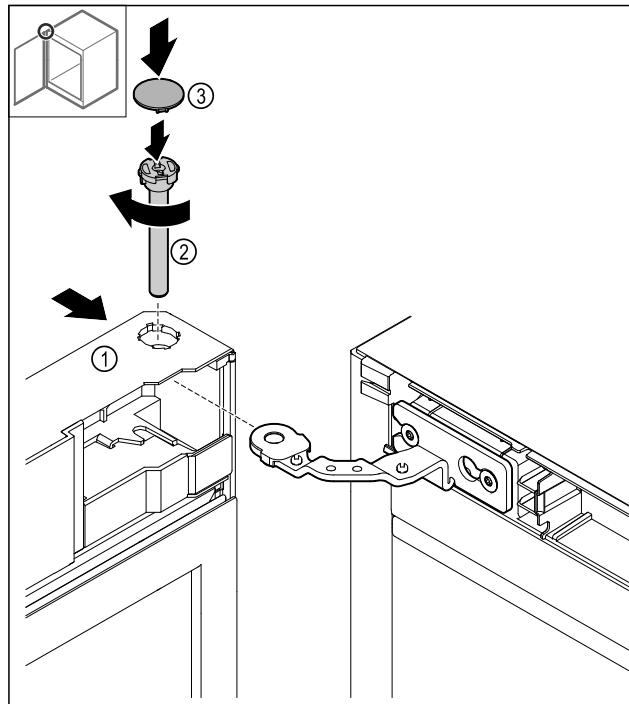

Fig. 38
- ▶ Felül tolja az ajtót Fig. 38 (1) a zsanérra.
- ▶ A csapot Fig. 38 (2) dugja be, és az óra járásával egyező irányban húzza meg.
- ▶ Helyezze fel a fedelet Fig. 38 (4).